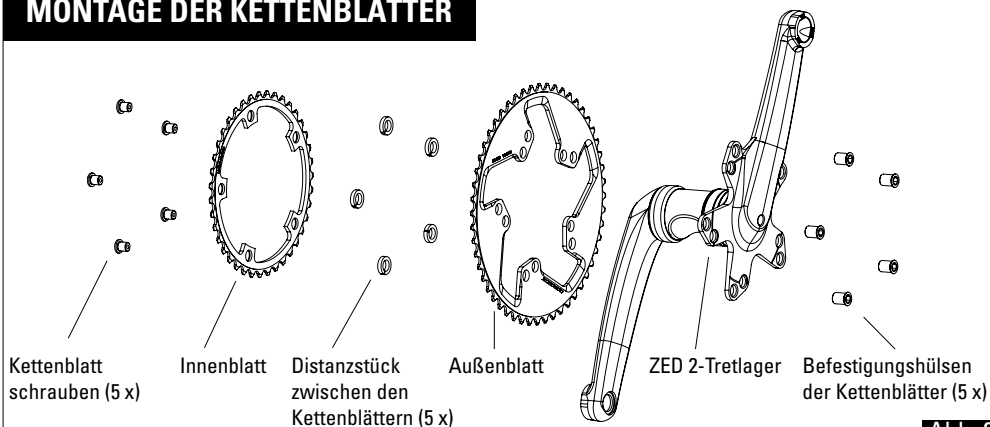

Abb. 2
1. Über die linke Kurbel, wenn das Tretlager nicht auf dem Rahmen montiert ist (siehe Abb. 2).